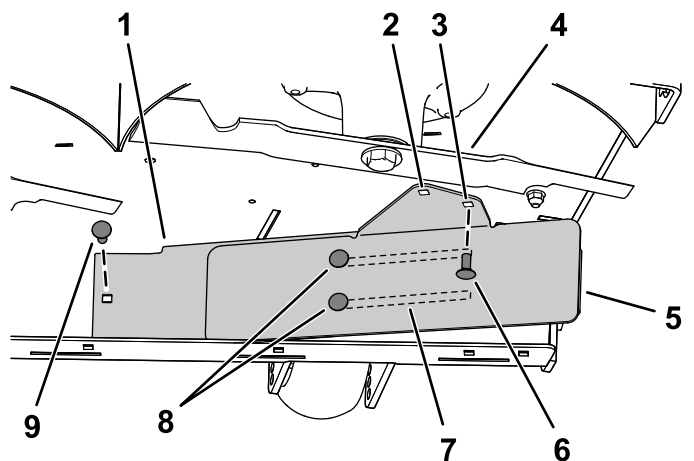

Figura 9
3. Montate il lato sinistro del deflettore utilizzando un bullone a testa tonda ($\frac{5}{16}$ " x $\frac{3}{4}$ ") e un dado ($\frac{5}{16}$ ") come illustrato nella Figura 9.
4. Allentate i 2 bulloni a testa tonda ($\frac{5}{16}$ " x $\frac{3}{4}$ ") nelle scanalature del deflettore e fate scorrere il deflettore fino a quando il foro non è allineato al foro nel piatto di taglio (Figura 9).
5. Montate il deflettore come illustrato nella Figura 9.
Importante: Assicuratevi di utilizzare il foro corretto per il deflettore; fate riferimento a Figura 9.
6. Serrate i 2 bulloni a testa tonda ($\frac{5}{16}$ " x $\frac{3}{4}$ ") nelle scanalature del deflettore (Figura 9).